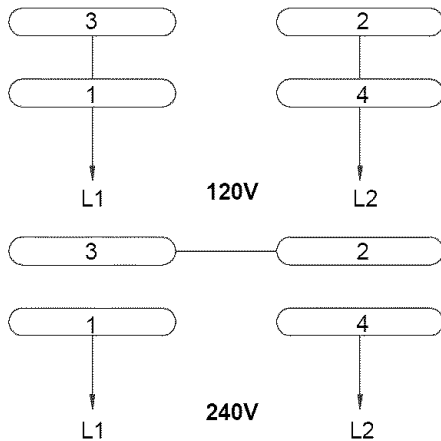

Figura 12 - Diagrama de cableado
- Consulte el diagrama de cableado (Figura 12) para ver las instrucciones de cableado.